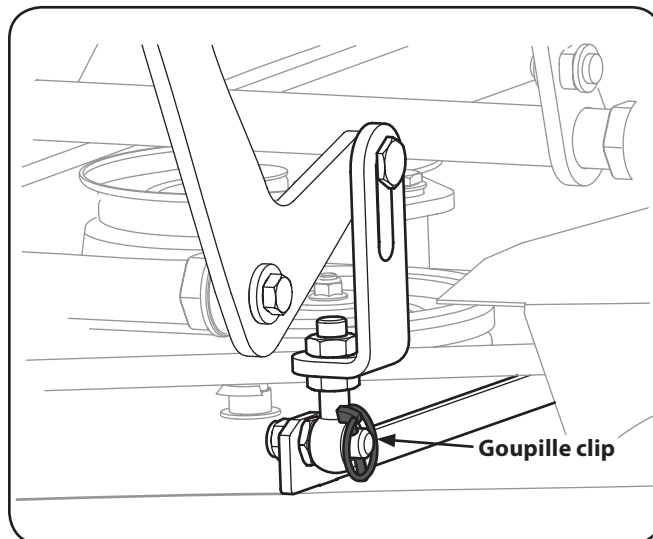

Figure 7-3
- Retirez les quatre goupilles clips qui retiennent le plateau de coupe à l'ensemble de relevage du plateau. Voir Figure 7-3.